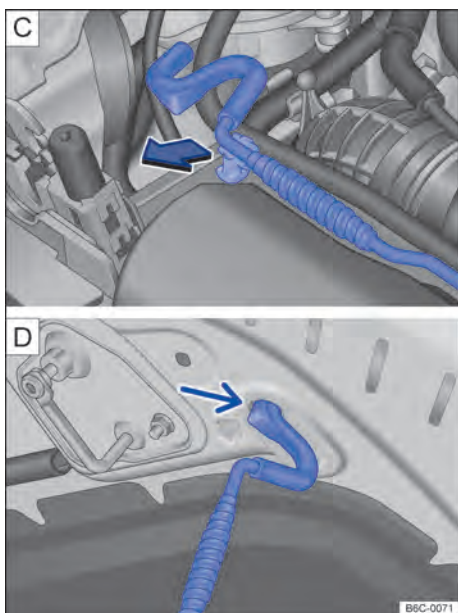

Fig. 162 [C] Haste de sustentação da tampa do compartimento do motor. [D] Tampa do compartimento do motor apoiada na haste de sustentação.
- Retirar a haste de sustentação do suporte no sentido da seta → Fig. 162 [C] e posicioná-la na abertura na tampa do compartimento do motor → Fig. 162 [D].
- Retirar a haste de sustentação do furo → Fig. 162  e encaixá-la no suporte do fecho → Fig. 162 .